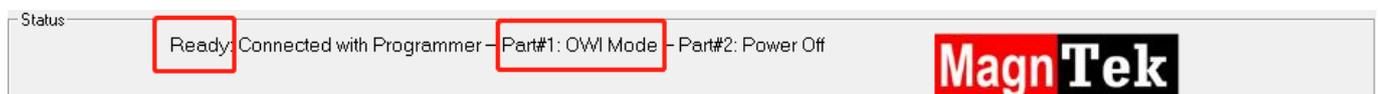

图 6.2.3 烧写完成后状态信息栏内容
- 4、编程结束,信息栏提示 Ready 字样 (图 6.2.3),芯片进入 OWI 模式,点击 Comm Lock 按钮锁定芯片通信,使其不能再次编程,以防止使用过程中误触发使芯片进入通信模式。点击 Power off,芯片断电后即可取出芯片 (传感器),至其他设备做相应测试或直接使用。